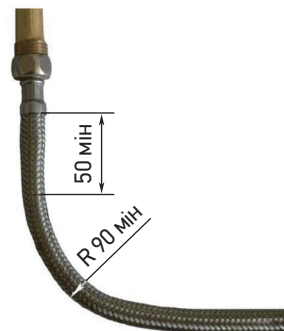

Рис. 5. Вимоги до монтажу гнучких шлангів
- встановлення шланга з вигином поблизу наконечників. Довжина ділянки шланга біля закладення, який не повинен піддаватися вигину, повинна бути не менше 50 мм. Мінімально допустимий радіус вигину шланга, що вимірюється за зовнішньою твірною, повинен становити 90 мм (див. рис. 5).